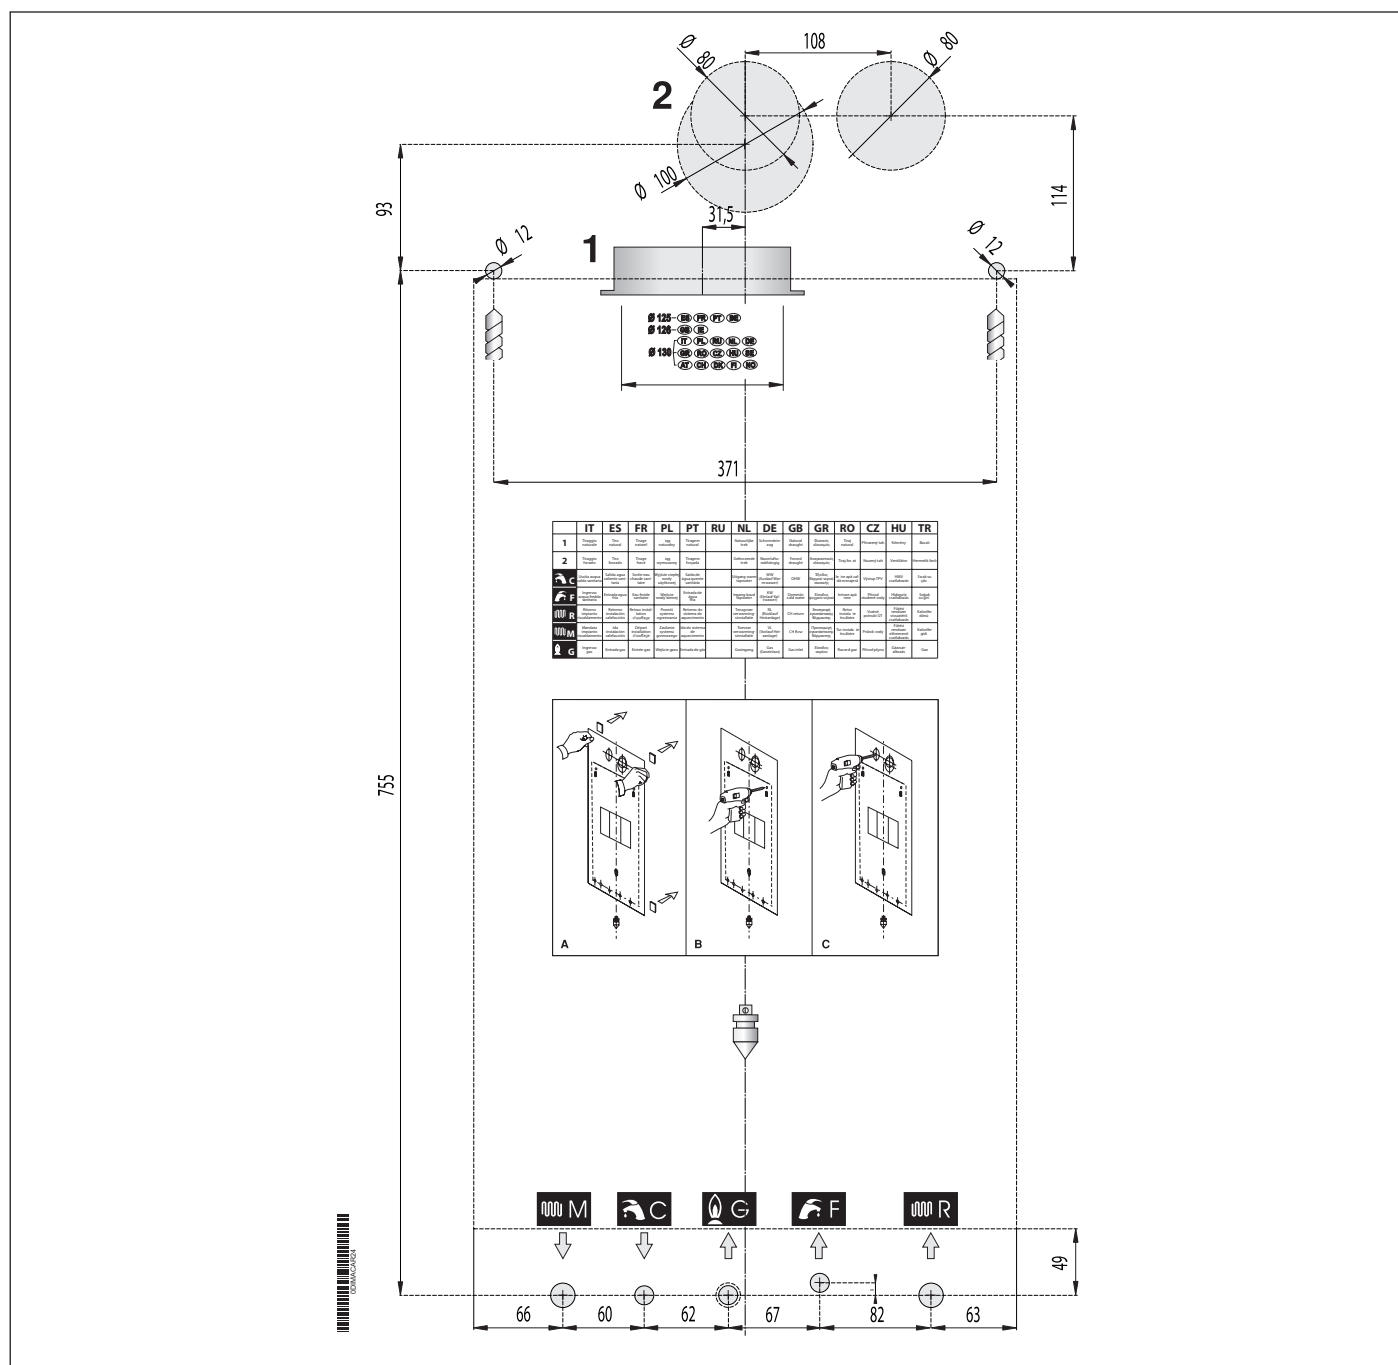

Fig. 5 Dima in carta
- la dima di fissaggio della caldaia al muro (Vedi Fig. 5 Dima in carta).
Ogni apparecchio è corredato di un'apposita dima in carta contenuta nell'imballo (vedi Fig. 5 Dima in carta).
La mandata e il ritorno del riscaldamento devono essere allacciati alla caldaia ai rispettivi raccordi da 3/4" **M** e **R** (vedi Fig. 5 Dima in carta).
L'ingresso acqua fredda e l'uscita acqua calda sanitaria devono essere allacciati alla caldaia ai rispettivi raccordi da 1/2" **F** ed **C** (vedi Fig. 5 Dima in carta).